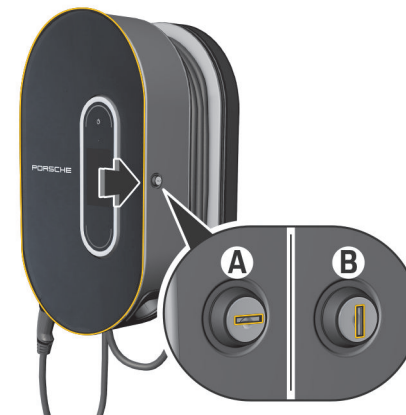

Fig. 502 Doc de încărcare
- ▶ Rotiți încuietorea în poziția **A** (Fig. 502).
- ▶ Rotiți încuietorea în poziția **B** (Fig. 502).